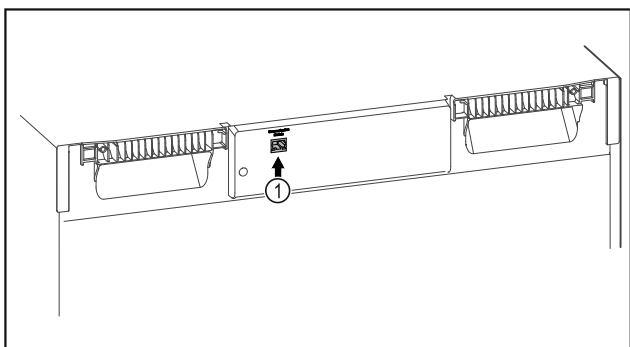

Fig. 131
- Je používán SmartModule Fig. 131 (1).